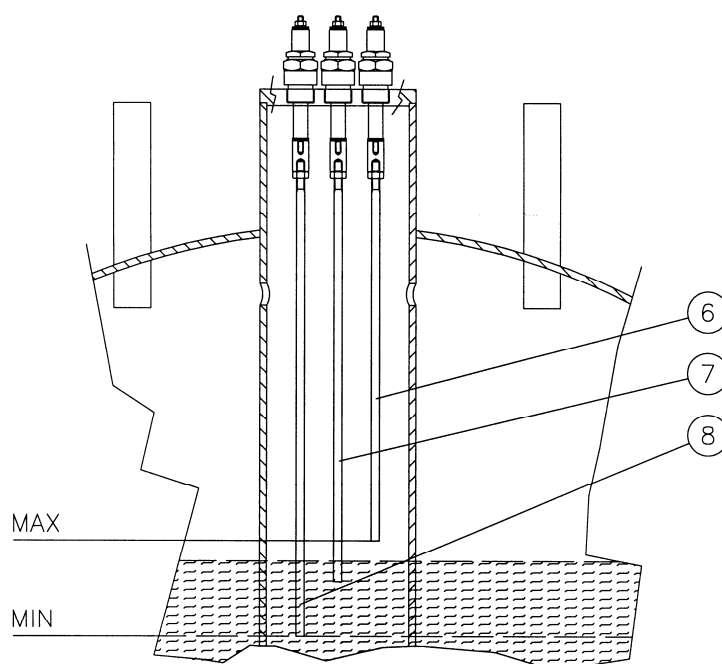

рис. 7
2.2.2 Автоматический регулятор уровня и предохранительный датчик (рис. 7)